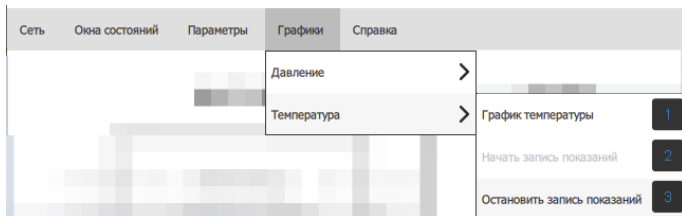

Рисунок 13 - Подраздел «Температура»
В подразделе «Температура» можно открыть окно с графиком температуры (1), начать (2) или остановить (3) запись показаний температуры в файл7 (см. рис. 13).
После запуска цикла по очереди выполняются нагрев, сварка и охлаждение. Индикаторы в соответствующем разделе (2) (см. рис. 13) указывают, какой этап выполняется в текущий момент («зелёный цвет» - выполняется, «красный цвет» - не выполняется).